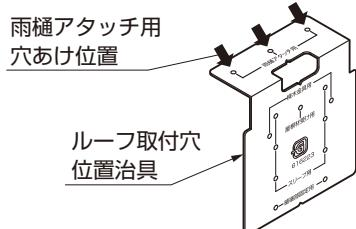

図11-34
- ①ルーフ取付穴位置治具を樋にあて、ケガキ、ドリルで水抜き穴Φ36と雨樋アタッチメント取付穴Φ3.2をあけてください。(図11-34、11-35参照)